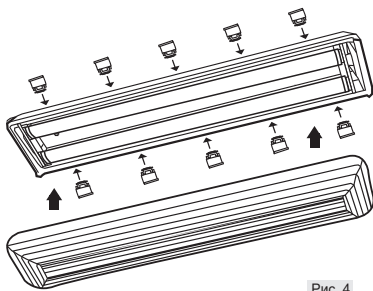

Рис. 4
- Наденьте рассеиватель на светильник и закрепите его при помощи клипс (Рис. 4).